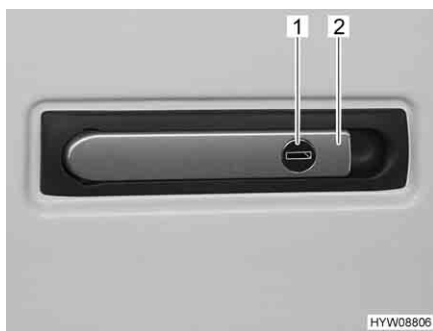

Fig. 33 Chiusura vano portabombole
- Inserire la chiave nel cilindro della serratura (Fig. 33,1) e ruotare in senso orario. La chiusura del vano portabombole è sbloccata.
- Tirare la maniglia (Fig. 33,2) e ruotarla verso il basso.